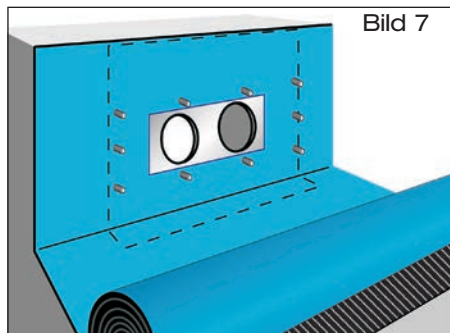

Bild 7
- 1.7 **Dampfsperrbahn aus Bitumen:** Oberseite der Anschlussmanschette durch Erhitzen verflüssigen (Schweißverfahren). Dampfsperrbahn paßgenau über den Schiebeflansch mit Anschlussmanschette im flüssigen Heißbitumen ausrollen (Bild 7), anschließend gleichmäßig andrücken bzw. anrollen.